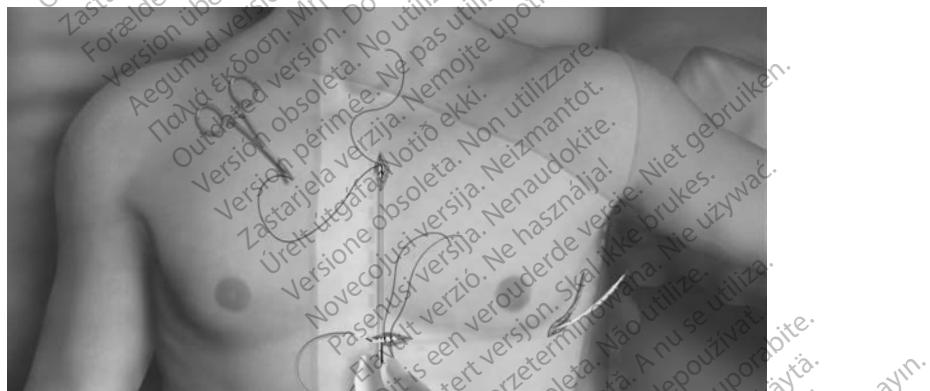

Figure 14. Tunnellisation vers l'incision supérieure
7. Insérer l'extrémité distale de l'OIE dans l'incision xiphoïde, entre le tissu adipeux et le fascia, et le tunnel en sous-cutané vers l'incision supérieure, en restant sous le tissu adipeux et aussi près que possible du fascia profond (Figure 14 Tunnellisation vers l'incision supérieure en page 46).